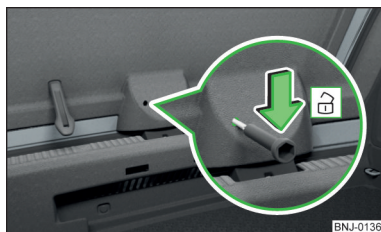

Abb. 195
- In die Öffnung in der Verkleidung » Abb. 195 einen Schraubendreher oder ein ähnliches Werkzeug bis zum Anschlag einführen.